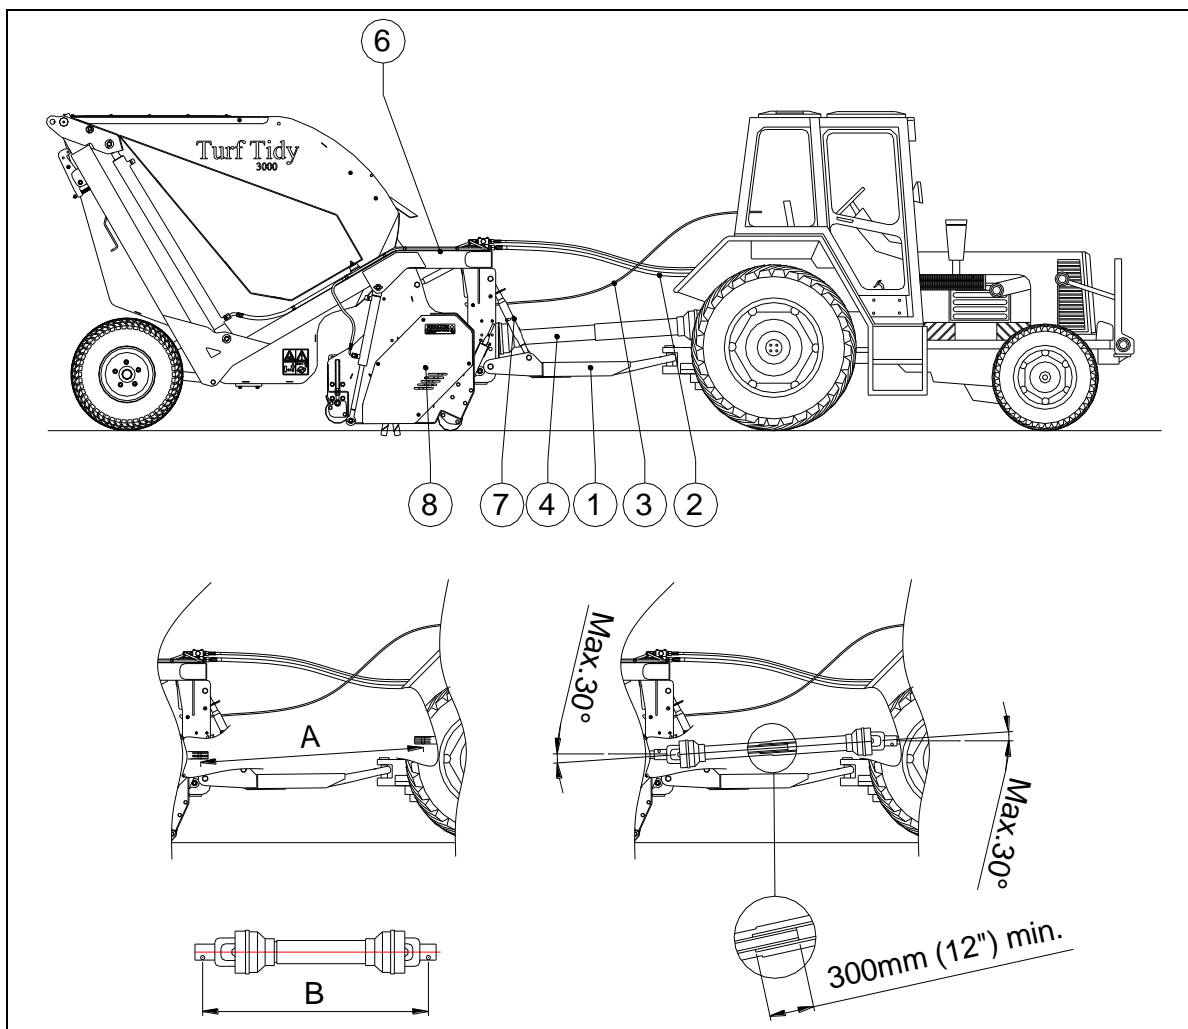

Fig.8
Tilkoblingsmetoden er som følger: (Fig. 8)
**Længden ændres, når hovedenden 8 (se Fig.8) løftes, når en anden traktor bruges eller når der drejes om skarpe hjørner.**
Proceduren for korrekt justering af længden på kraftudtrækket, hvis det er nyindkøbt eller hvis en anden traktor bruges, er som følger: (se Fig.8)